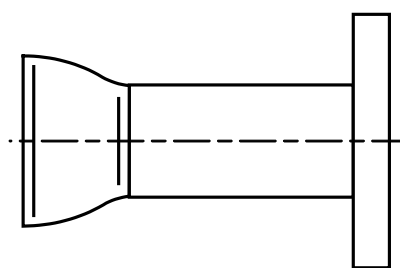

Рис.3
- если необходимо использование переходов, к другим концам прямолинейных отрезков трубы приварить переходы (рис.3);